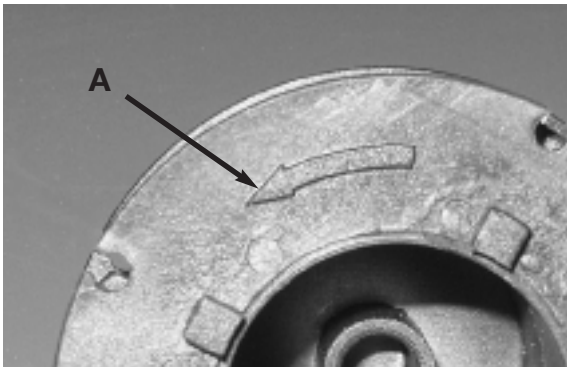
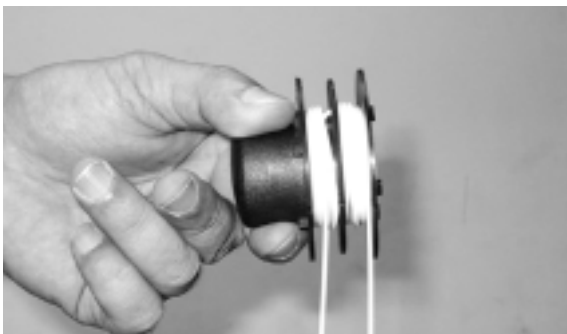

Fig. 20
Fig. 21
5. Enrolle la línea en el rotor girando el mismo. La línea debe ir en la dirección de la flecha (A) en el rotor (Fig. 20) La línea se debe enrollar fuertemente alrededor del rotor. La línea se enrolla con cada mitad separada por el divisor. Enrolle fuertemente hasta que queden aproximadamente 6" de línea (Fig. 21)